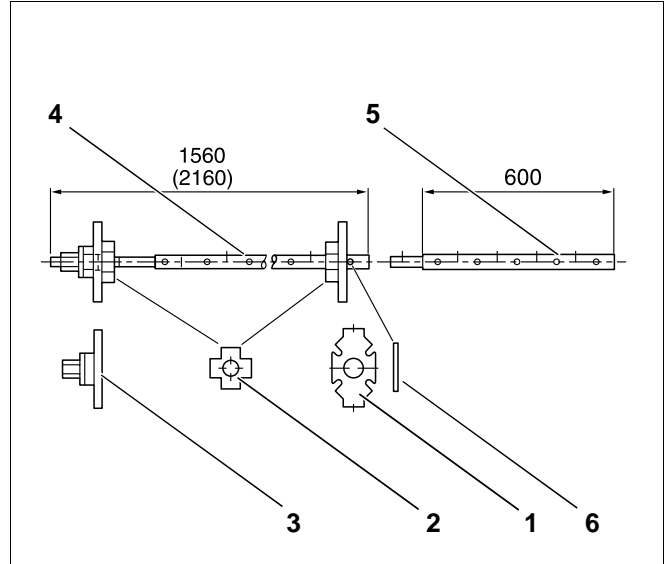
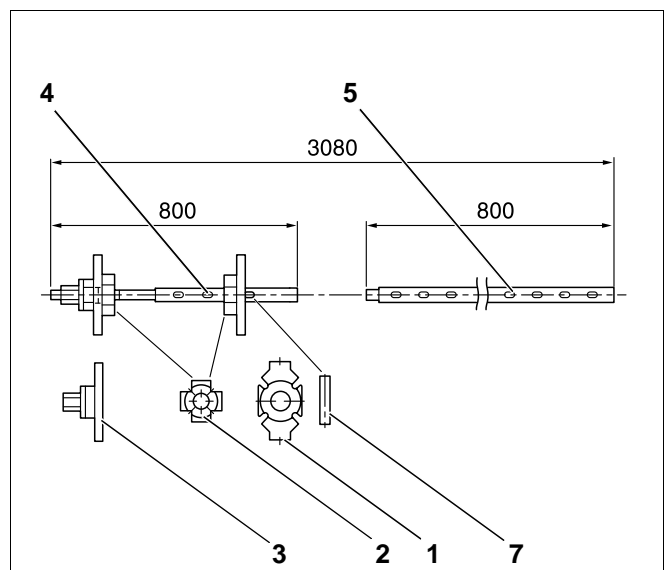
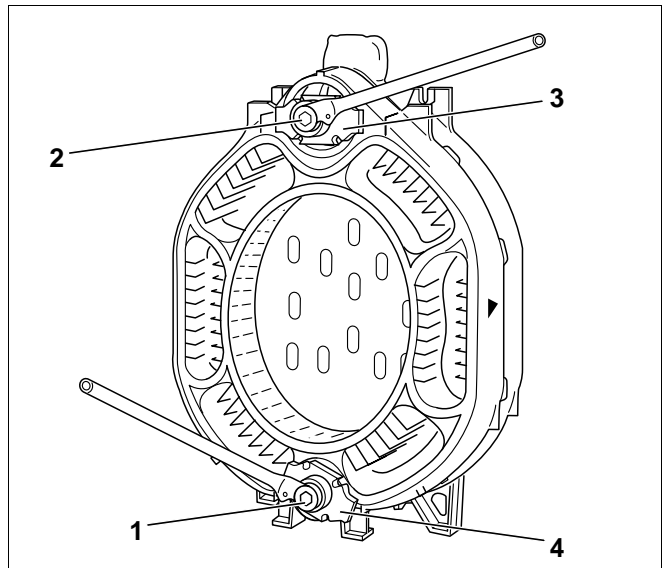

Fig. 1 Samleværktøj, str. 2.2
Fig. 2 Samleværktøj, str. 2.3
Fig. 14 Anvendelse af kedelsamleværktøjet
- Samleværktøj 2.2 (Fig. 1) eller 2.3 (Fig. 2)
Forklaring til (Fig. 1) og (Fig. 2):
Herefter skal kedlens delvist samlede blok trækkes sammen med kedelsamleværktøjet (Fig. 14).
Du må kun anvende samleværktøj med størrelse 2.2 eller 2.3 (Fig. 1, Fig. 2 og Fig. 14, **pos. 1 og 2**).
- Monter trykskiverne (Fig. 14, **pos. 3 og 4**) på spindlerne (Fig. 1 og Fig. 2, **pos. 4**).